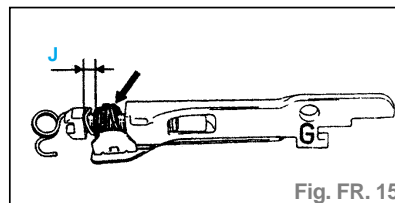

Fig. FR. 15
- Noter le G (gauche) dans la fonderie et la position de l'équerre (fig. FR. 15).
- Dans les deux cas, il ne faut pas coincer l'attache de l'épingle entre la tête de vis et l'écrou cranté, laisser un léger jeu (J) (fig. FR. 15 et 16).